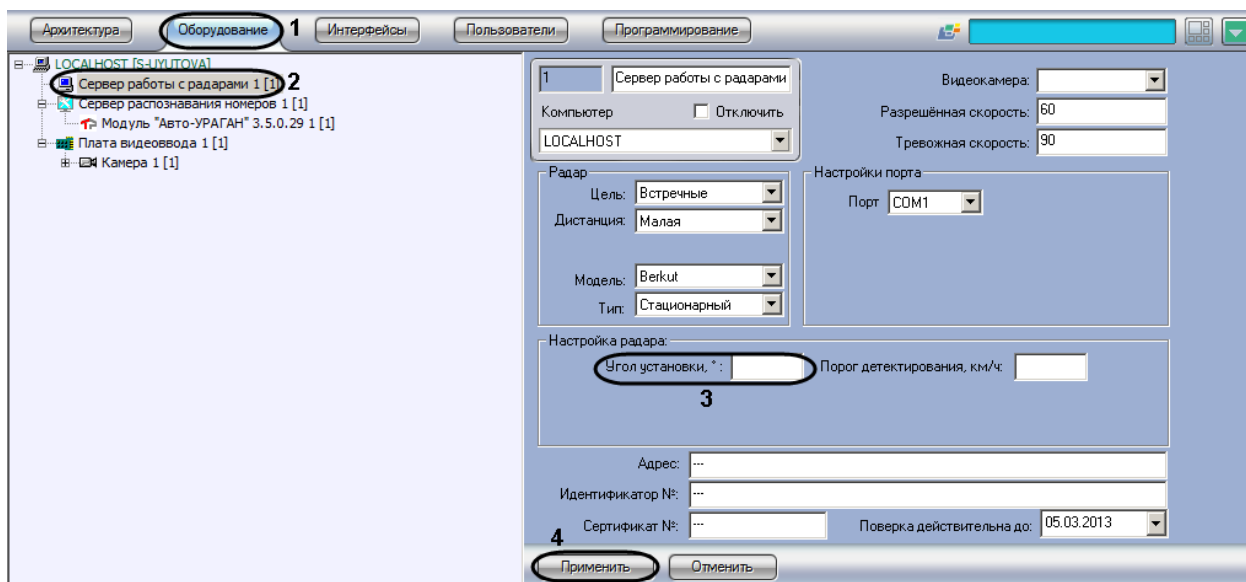

Рис. 7.3—9. Указание угла наклона устройства «Радар» над дорогой
- В дереве объектов на вкладке «Оборудование» выбрать объект «Сервер работы с радаром», соответствующий настраиваемому программному модулю «Радар» (см. Рис. 7.3—9, 2). В правой части вкладки «Оборудование» отобразится панель настройки выбранного объекта.
3. Задать в поле «Угол установки,⁰» угол наклона устройства «Радар» над полосой дорожного движения (см. Рис. 7.3—9, 3).